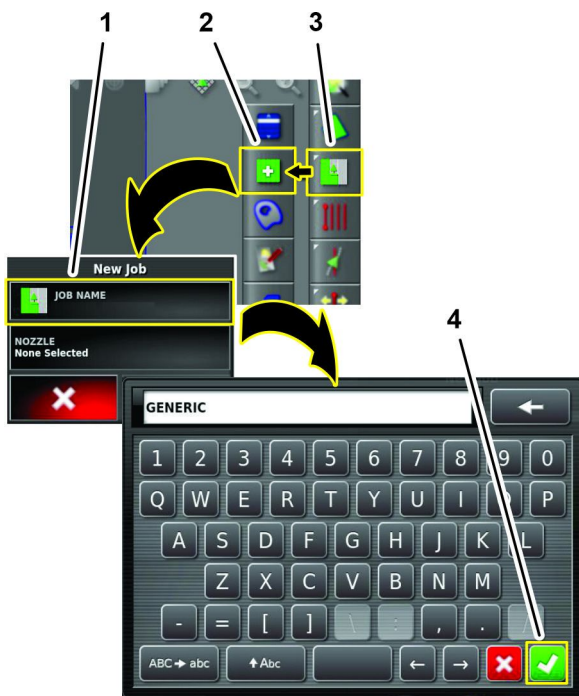

Figure 159
1. Appuyez sur l'icône Menu des tâches, puis sur l'icône CRÉER UNE NOUVELLE TÂCHE (Figure 159).
2. Saisissez un nom pour la tâche générique sur le clavier virtuel, puis appuyez sur l'icône de confirmation (Figure 159).